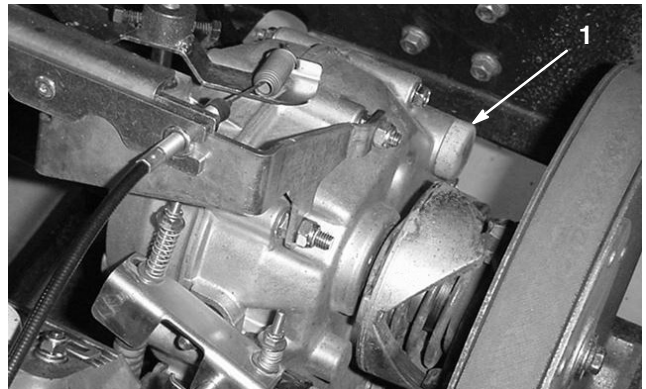

Figure 45
3. Versez environ 1,4 litres d'huile moteur SAE 10W30 dans le réservoir (Fig. 45) ou faites l'appoint jusqu'à ce que le niveau atteigne le bas du trou d'indication de niveau (Fig. 44).